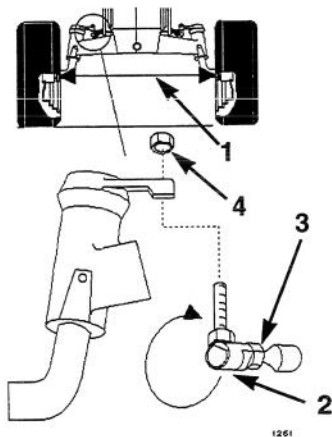

Figure 30
Maintenir le pincement des roues avant spécifié. En cas d'usure irrégulière des pneus, de scalpage du gazon ou de difficulté à tourner le volant, un réglage peut s'avérer nécessaire. Contrôler le pincement des roues toutes les 100 heures de fonctionnement ou une fois par an, selon ce qui se présente en premier (Fig. 30).
3. Mesurer entre les jantes des roues avant et arrière, au niveau de l'axe (Fig. 30).
2. Déposer la rotule d'un levier de direction (Fig. 30).
4. Tenir les pans de la rotule pour les aligner avec les pans de la barre d'accouplement et serrer le contre-écrou (Fig. 30).